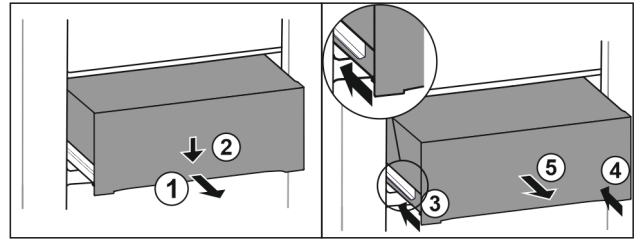

Fig. 168
- Estrarre il cassetto a metà. Fig. 168 (1)
- Premere il cassetto sul lato anteriore verso il basso. Fig. 168 (2)
- Spingere la guida sinistra di circa 2 cm verso l'interno. Fig. 168 (3)
- Spingere la guida destra di circa 2 cm verso l'interno. Fig. 168 (4)
- Rimuovere il cassetto tirandolo in avanti. Fig. 168 (5)